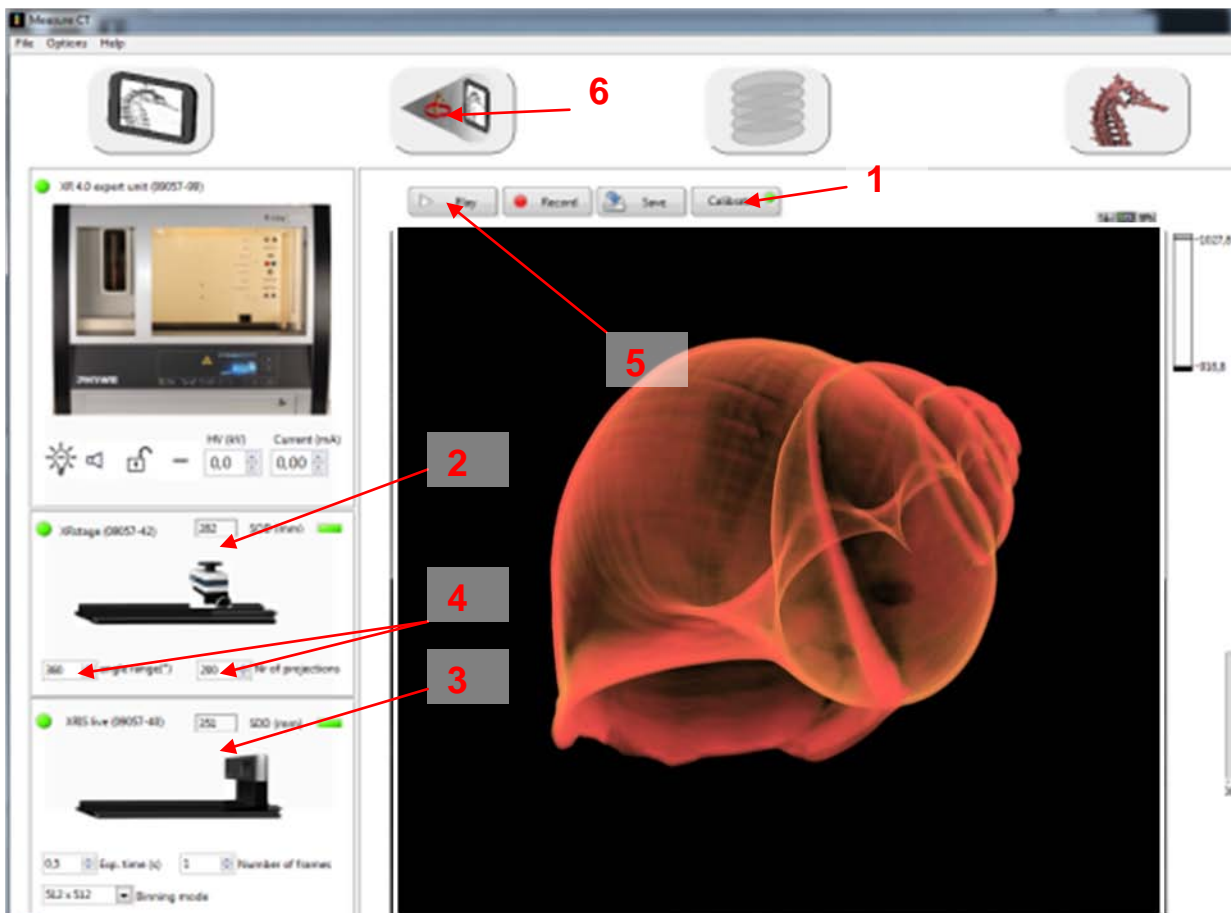

Abb. 5: Screenshot im Modus „Live-bild und Settings“
- Starten Sie nun das „MeasureCT“-Programm. Es erscheint ein Dialogfenster auf dem Bildschirm mit dem Hinweis, die Kamera zu kalibrieren. Entfernen Sie Objekte, die zwischen Kamera und Röntgenquelle stehen. Verriegeln Sie die Tür und klicken Sie auf den button „Kalibrieren“ (1) in der Software.
1. Modus: „Live-Bild und Settings“, Abb. 5
- Stellen Sie nun die Distanz zwischen Quelle und Objekt (2) bzw. Quelle und Kamera ein (3). Wählen Sie 200 Aufnahmen pro 360° (4).
- Stellen Sie nun wieder ein Objekt vor den aktiven Bereich der Kamera und klicken Sie auf „play“ (5). Um den Live-Modus abzubrechen, klicken Sie wieder auf „play“.